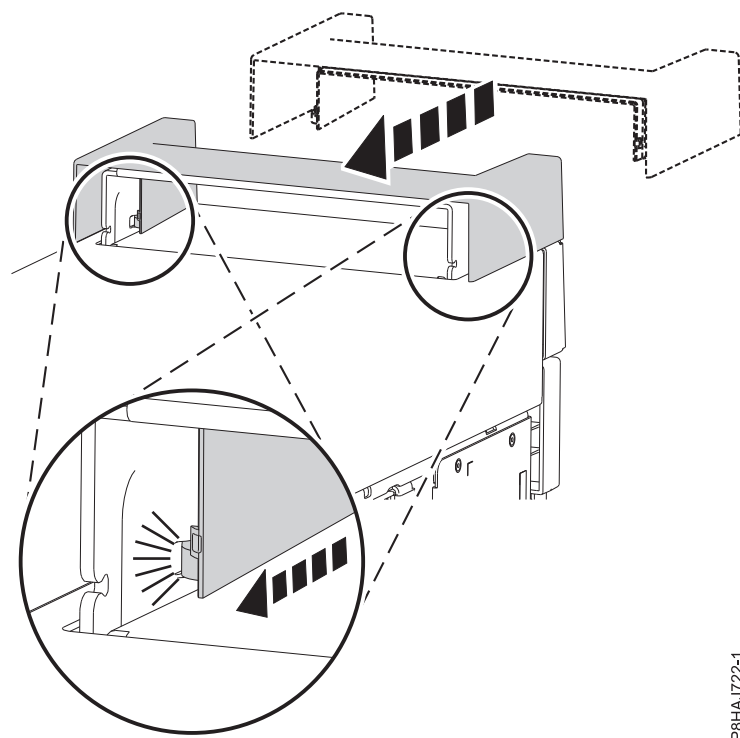

Figura 25. Fixació de la tapa de nansa en un sistema autònom 8286-41A
1. Colleu la tapa de nansa a l'estació d'acoblament RDX interna (FC EUA3) fent-la lliscar cap a la part posterior del sistema. Consulteu Figura 25.